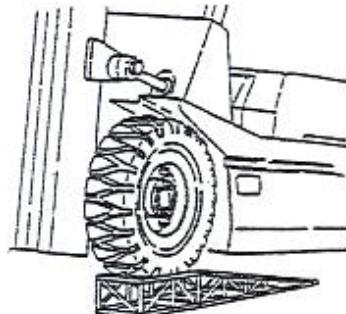

Рис. 2-72
7.5.4 Замените ролик основной мачты как показано на Рис. 2-72